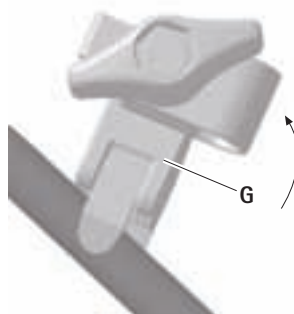

Fig. 9
- Staccare il morsetto di fissaggio **G** dal telaio mediante una pressione laterale, vedere Fig. 9.